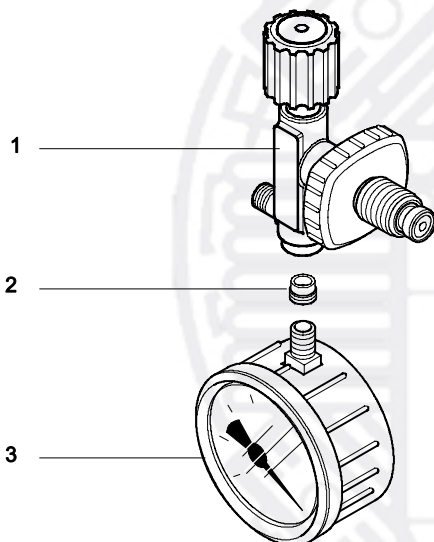

Рис. 31 Фильтрующая металлокерамическая вставка
- Вывинтите манометр (3, Рис. 31) из корпуса заправочного клапана (1).
- Вывинтите металлокерамический фильтр (2) при помощи широкой отвёртки.